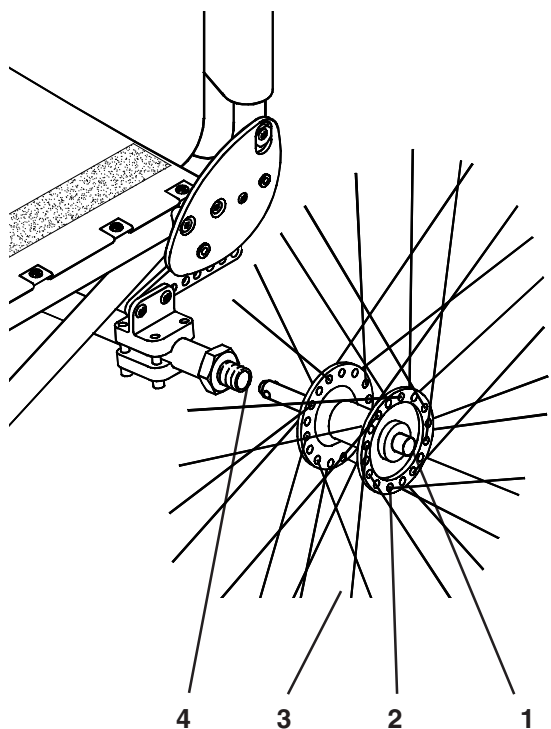

Fig. 20
Pour retirer les axes à déverrouillage rapide (Fig. 20) appuyer simplement sur l'axe à déverrouillage rapide (1) situé sur le moyeu de roue (2) et saisir la roue par les rayons (3) autour du moyeu, sortir l'axe de son guide (4). Pour le replacer, faire glisser l'axe dans le guide jusqu'à ce que l'axe ressorte.